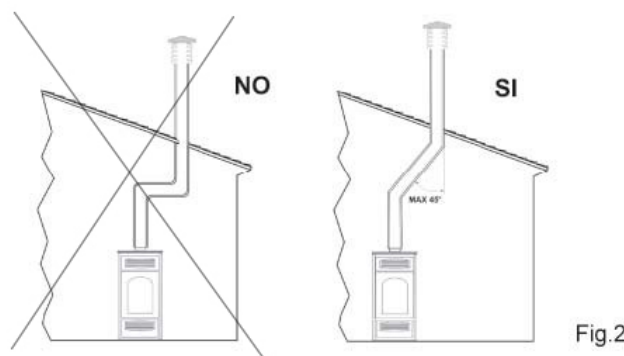

Fig.2
- La sezione interna deve essere uniforme, preferibilmente circolare: le sezioni quadrate o rettangolari devono avere spigoli arrotondati con raggio non inferiore a 20 mm; rapporto massimo tra i lati di 1,5; pareti il più possibile lisce e senza restringimenti; le curve regolari e senza discontinuità, deviazioni dall'asse non superiori a 45° (*fig. 2*).